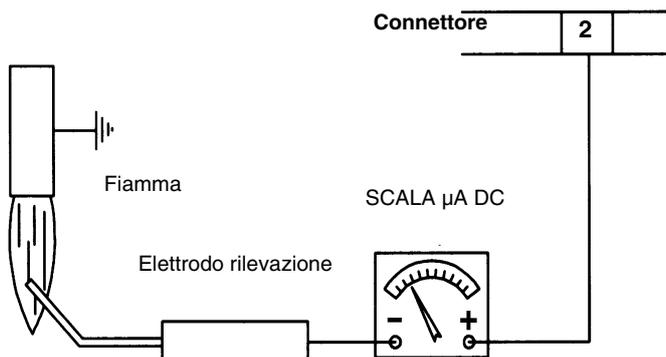

Fig. 16
- Esame elettrodi di accensione e di rilevazione, pulizia, eventuale registrazione e se necessario sostituzione (vedi pag. 22). In caso di dubbio verificare il circuito di rilevazione, dopo aver rimesso in funzione il bruciatore, seguendo lo schema in Fig. 16.